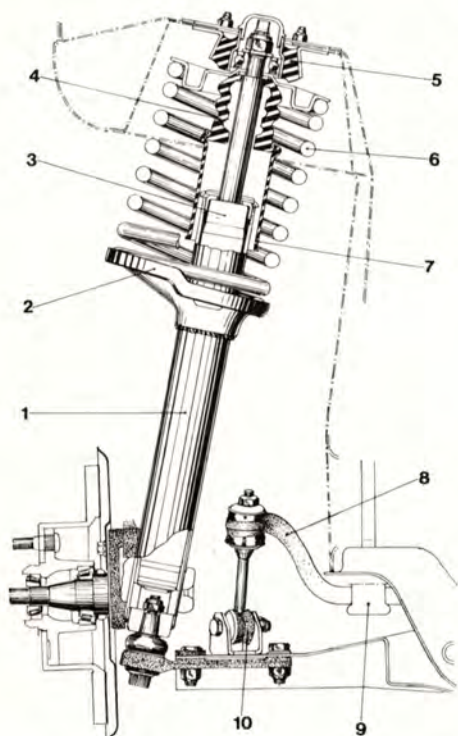

Bild 7-6. Framhjulsupphängning
Stötdämparna är dubbelverkande hydrauliska och av teleskoptyp. De är underhållsfria och ej isärtagbara. Främre stötdämparna (3 bild 7-6), är monterade i fjäderbenen (1) och dess kolvstänger utgör fjäderbenens infästningar i övre lagringarna (5).